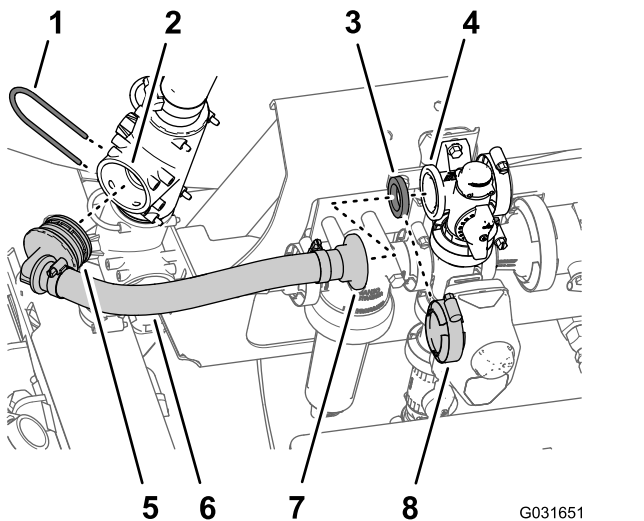

Figura 219
4. Alinhe a união estriada de 90° do novo conjunto da tubagem da distribuição de agitação (peça Toro n.º 131-9649) com a porta aberta na união em T superior e insira a união de 90° até ficar posicionada na união em T (Figura 219).
5. Prenda a união roscada de 90° à união em T com o retentor (Figura 219) que retirou no passo 1.
6. Alinhe a união flangeada reta do novo conjunto da tubagem da distribuição de agitação (peça Toro n.º 131-9649) e a junta com a flange da válvula de distribuição (Figura 219).